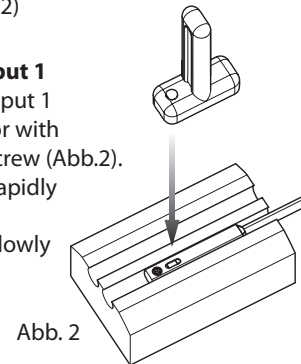

Abb. 2
- Markierung des Programmierwerkzeuges zur Befestigungsschraube (Abb.2)
- Programmierwerkzeug mit Markierung zur Befestigungsschraube auf dem Sensor platzieren (Abb.2).
- Marking on programming tool aligned with fastening screw (Abb.2)
- Place programming tool on sensor with marking aligned with fastening screw (Abb.2).
- Repérage de l'outil de programmation en direction de la vis de fixation (Abb.2)
- Positionner l'outil de programmation sur le capteur avec le repère en direction de la vis de fixation (Abb.2)